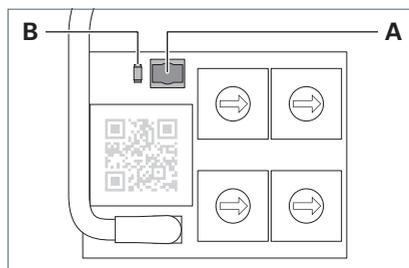

Fig. 10: Touche et LED.
- ▶ Appuyez sur la touche **A** et maintenez-la appuyée pendant cinq secondes, voir Fig. 10.